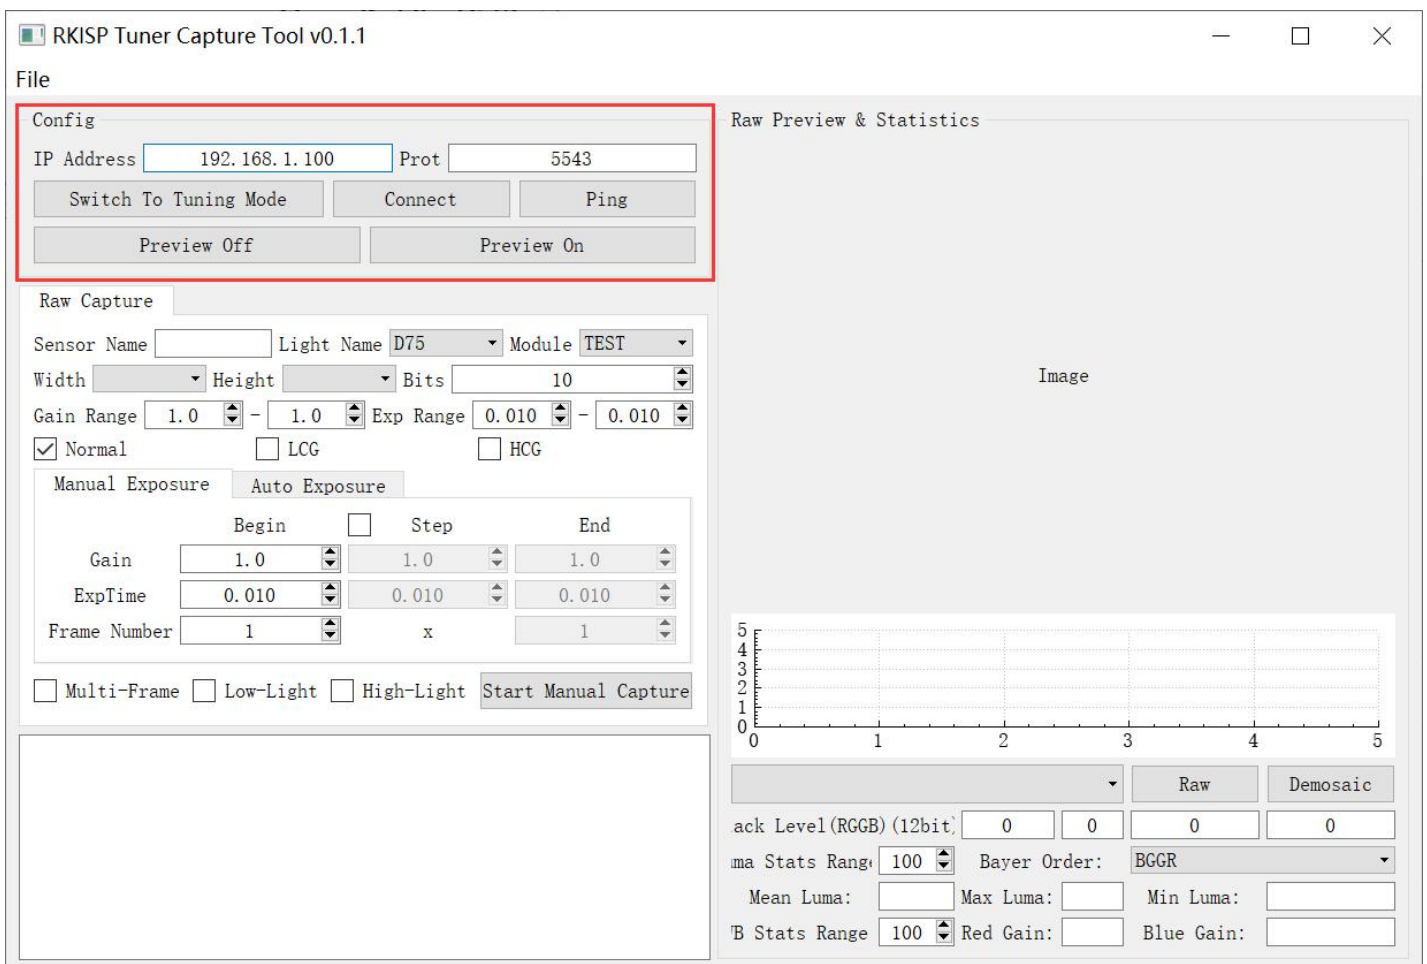

图 3-3-2
- 3) 将设备 IP 地址填写到 IP Address 框内，如图 3-3-2 所示；